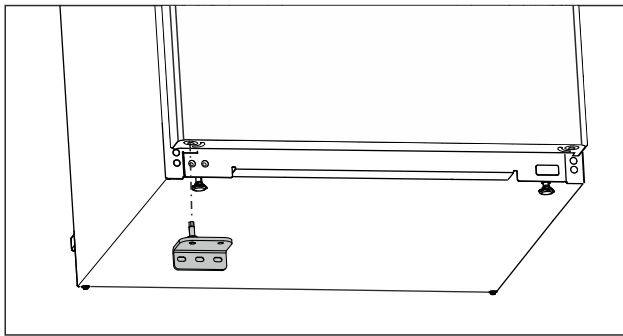

Fig. 24
- ▶ Plaats de onderste lagersteun aan de tegenoverliggende kant. (zie Fig. 24)